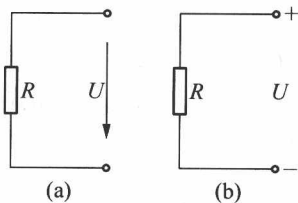

图 1-16 电压的方向
(2) 方向
① 箭头表示法:以电流的流向表示,如图1-16(a)所示。
② 极性符号表示法:用+、-标出,如图1-16(b)所示。
(3) 大小
① 规定:把1C正电荷从 a 点移到 b 点,电场力所做的功为1 J,那么 a 、 b 两点间的电压就是1 V。单位称为伏特,简称伏,用符号V表示。即: